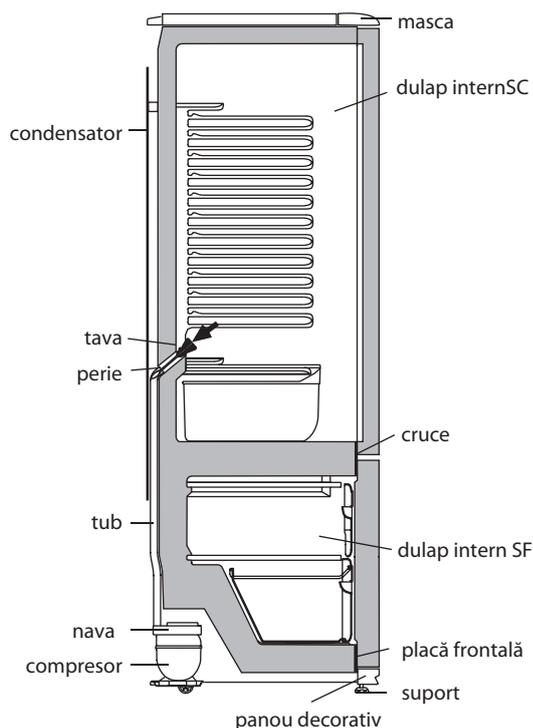

Figura 4 — Schema de eliminare a apei topite din SF
2.3.1 În SF se utilizează sistemul automat de dezghețare. Chucura, care apare pe peretele din spate a SF, se topește în ciclul de dezghețare la deconectarea compresorului și se transformă în picături de apă. Picăturile de apă topită se scurg în vas și prin gaură în tavă patrund în țevă navei pe compresor, în conformitate cu figura 4 unde și se evaporă. În gaura tavei este instalată o perie pentru a preveni înfundarea sistemului de evaporare.
Prezența apei în tavă indică la blocarea posibilă a scurgerii apei. Pentru a elimina contaminarea trebuie a curăța cu peria gaura în tavă, astfel că apa să se scurgă fără obstacole într-un vas, se spală peria și se instalează în conformitate cu figura 4.
ATENȚIE! Apa, care a apărut la partea de jos a SF poate trece în interiorul secției și poate provoca coroziunea dulapului în conformitate cu figura 4 și să conducă la esirea din funcție a frigiderului.